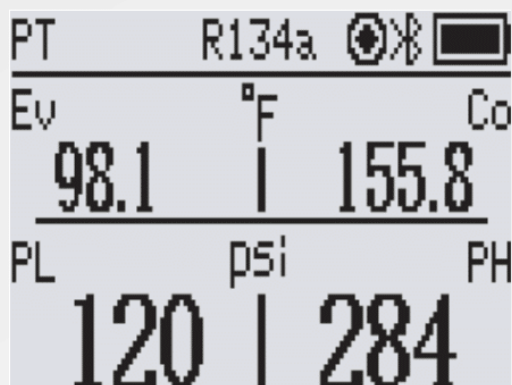

рис. 8 (Значок записи данных)
4. Нажмите “Начать запись”, значок записи на устройстве загорится и начинает мигать (Рисунок 8).